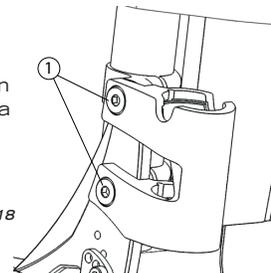

Fig. 18
Rimuovete i due bulloni (1) (Fig. 18). Allineate il ricevitore del bracciolo con i fori di montaggio del telaio e l'ancora di fissaggio di transito. Installate di nuovo i bulloni e serrateli fermamente.